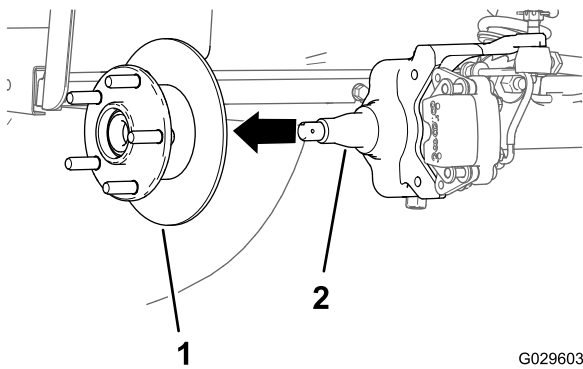

図 33
6. スピンドルからスピンドルナットを外し、スピンドルからハブローラアセンブリを取り出す 図 32 と 図 33。